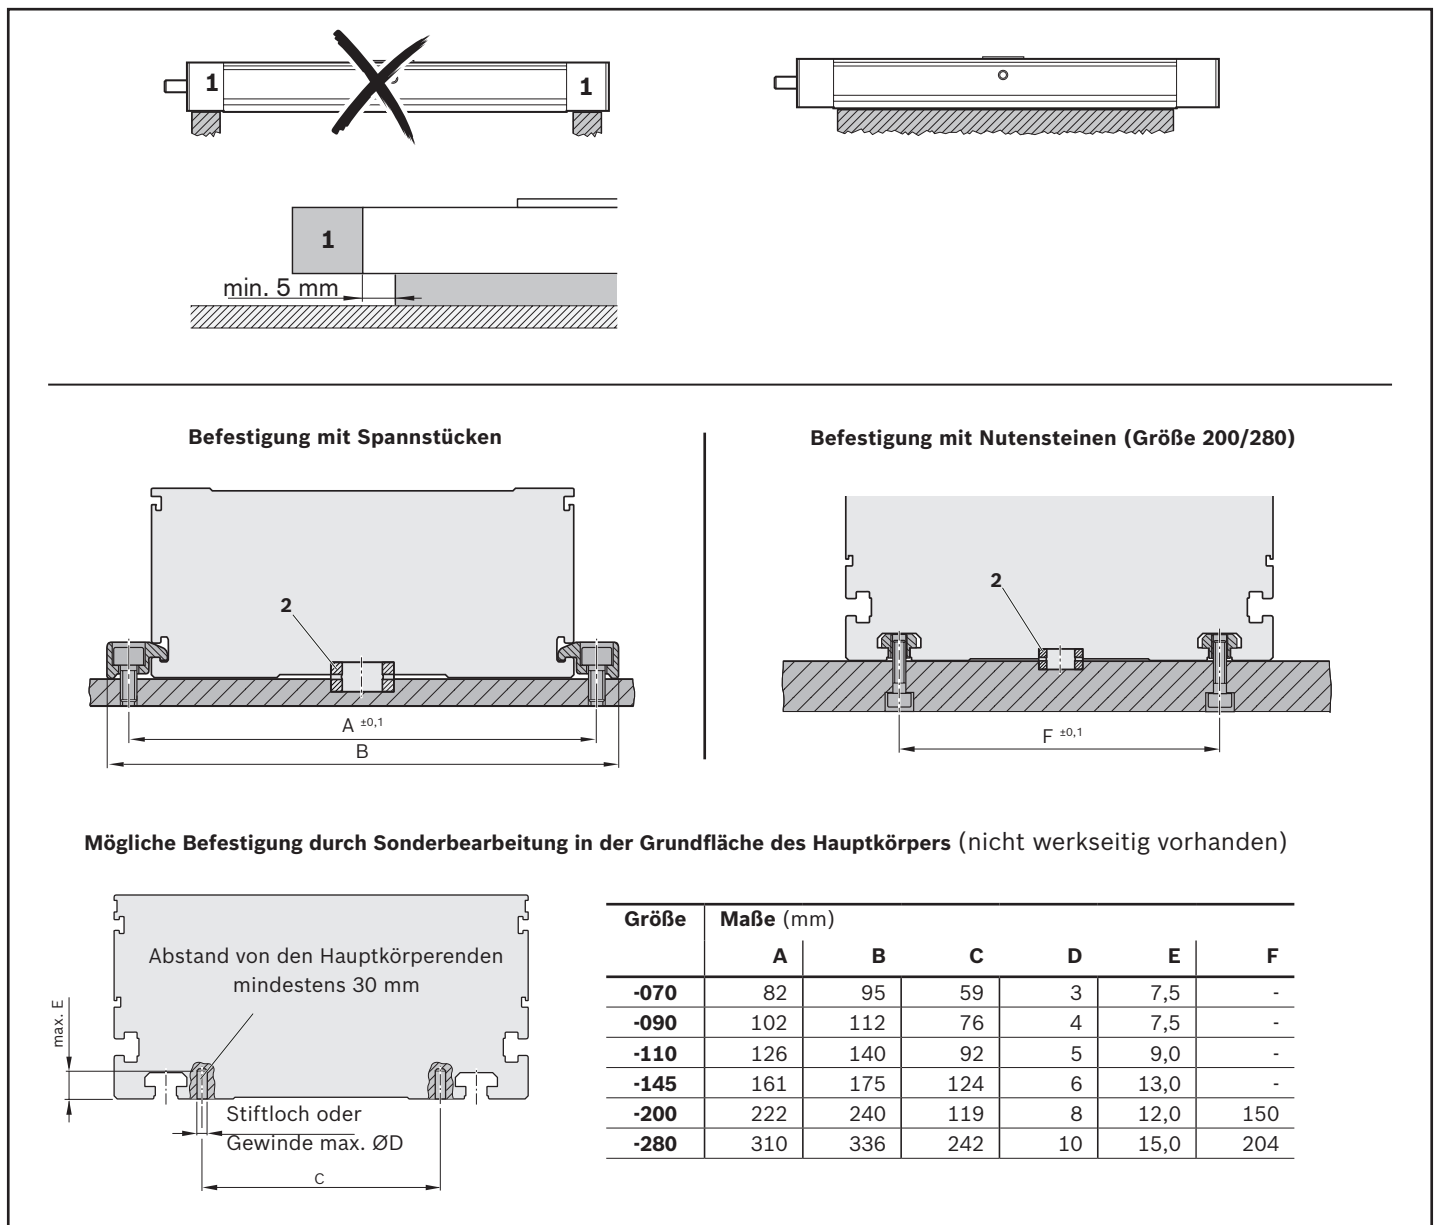

Fig. 4: Befestigung
- ▶ Produkt nie an den Endplatten/Traversen (1) befestigen oder unterstützen. Tragendes Teil ist der Hauptkörper. Diesen möglichst auf der ganzen Länge unterstützen. Mindestabstand zu den Endplatten (1) von 5 mm einhalten ➔ Fig.4.
- ▶ Bei Compactmodulen mit Zentrierbohrungen in der Bodenfläche Zentrierringe (2) zum besseren Ausrichten an anderen Linearsystemen und Verbindungselementen verwenden.